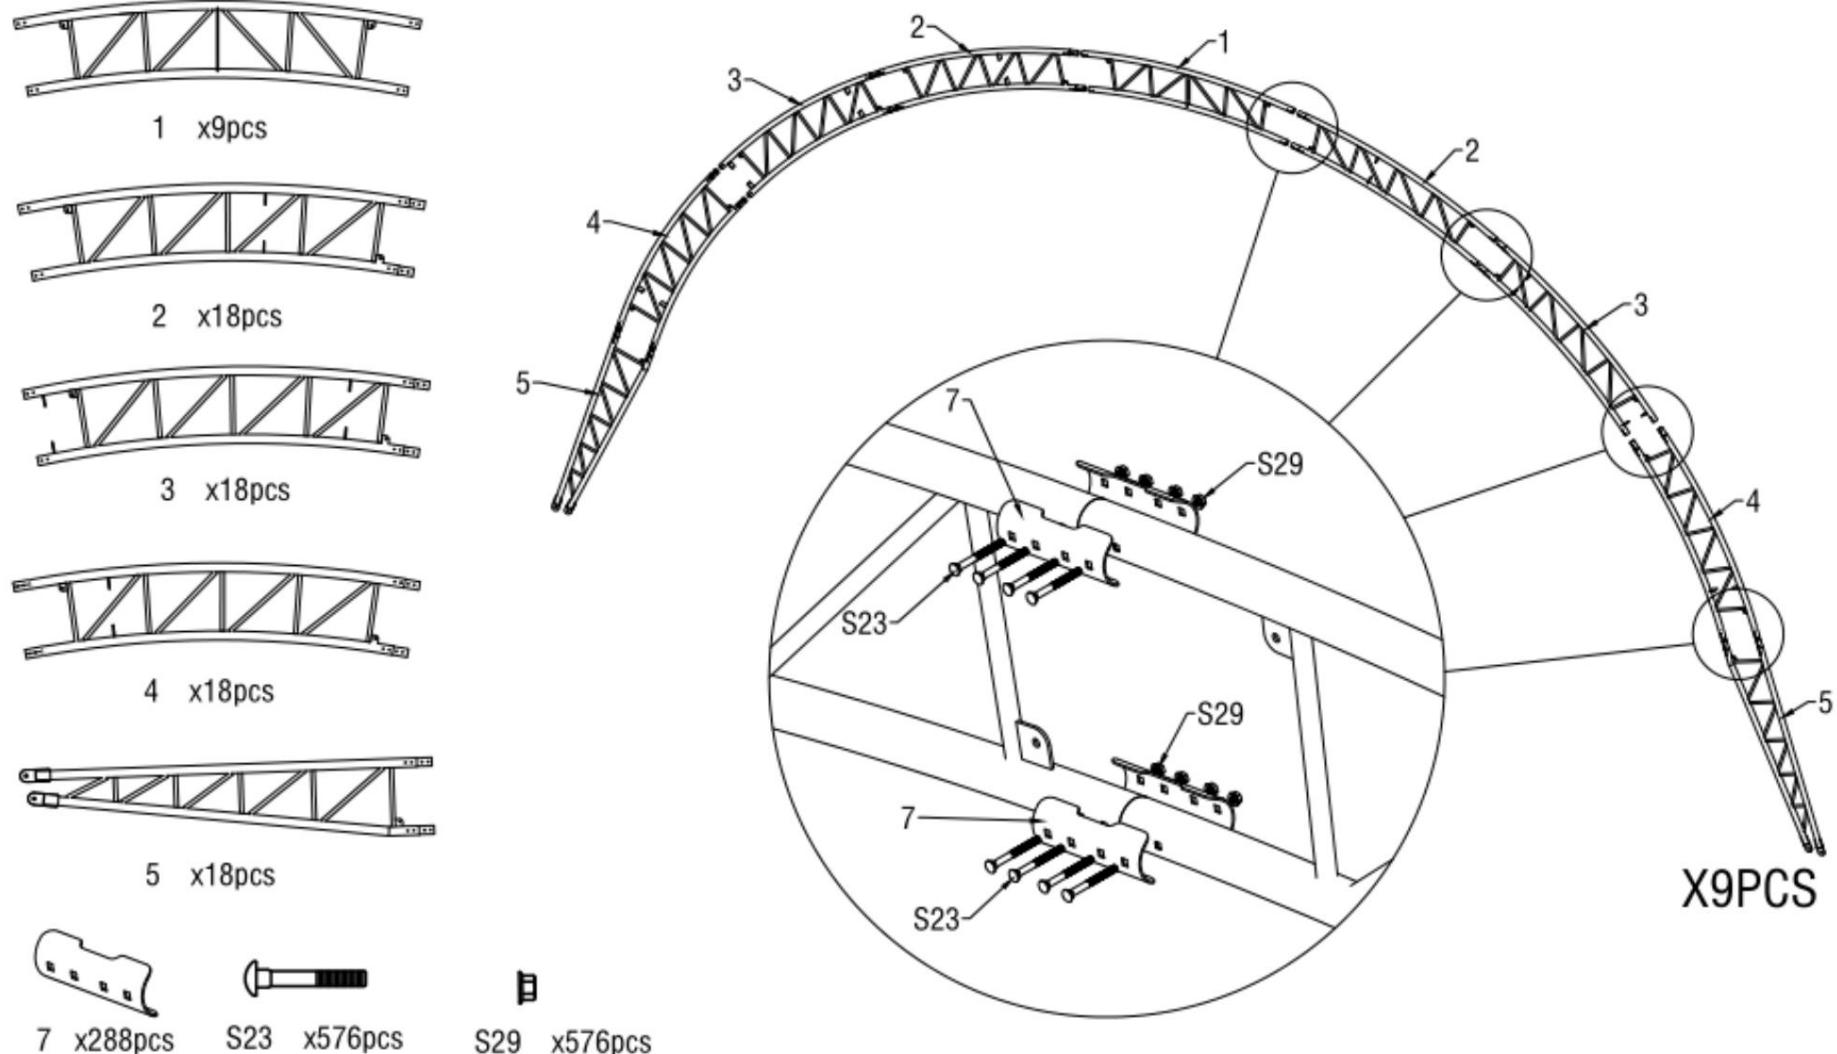

Figure 4
2. Comme le montre la figure 4, trouvez un tube de toit supérieur (n° 1), deux tubes courbés supérieurs de toit (n° 2), deux tubes courbés centraux de toit à l'épaulement (n° 3), deux tubes courbés inférieurs latéraux (n° 4), deux tubes courbés inférieurs (n° 5) et assemblez chaque arc de groupe avec une vis M8x80 (n° S23). N'installez PAS la vis sur le dessus de la ferme où reposera la toile.
Remarque : tube de toit supérieur, tube courbé de toit, tube courbé central de toit, tube courbé inférieur latéral et tube courbé inférieur (n° 1A, 2A, 3A, 4A et 5A) qui sont soudés avec des plaques d'acier pour les portes avant et arrière sont différents de l'arc central. (Figure 4)